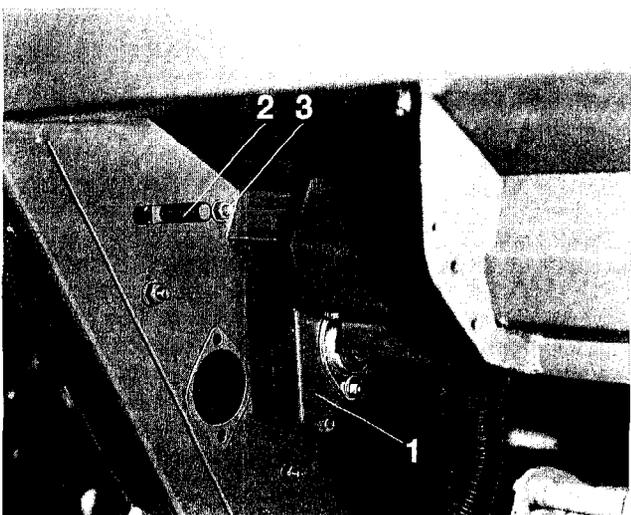
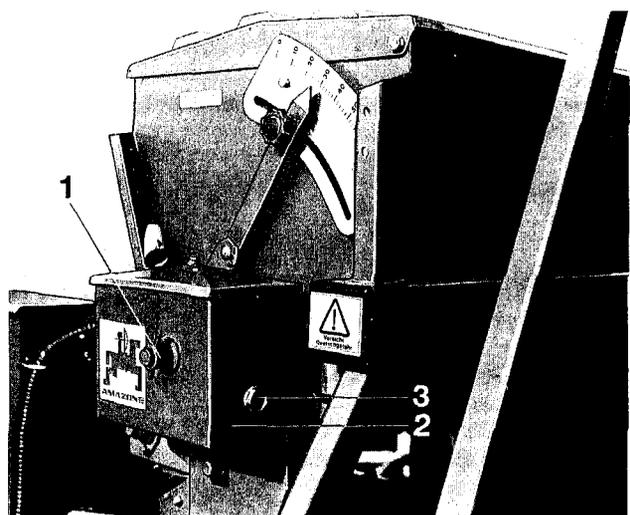

Fig. 80
Fig. 81
7. **Kettentrieb vom "Kettentrieb oben" (Fig. 80/1) zum Antrieb der Getriebeeingangswelle (Fig. 81/1) des Einstellgetriebes (Fig. 81/2).** Zum Spannen dieser Kette, Schraube (Fig. 80/2) lösen und Kettenspanner (Fig. 80/3) in Fahrtrichtung der Maschine ziehen. Kettenspanner durch Festziehen der Schraube arretieren.
Der Ölstand am Einstellgetriebe (Fig. 81/2) wird am Ölauge (Fig. 81/3) kontrolliert. Ölwechsel ist nicht erforderlich. Zum Ölnachfüllen Deckel abgeschraubt und Hydrauliköl WTL 16,5 cSt/50°C oder Motorenöl SAE 10 W nachfüllen.